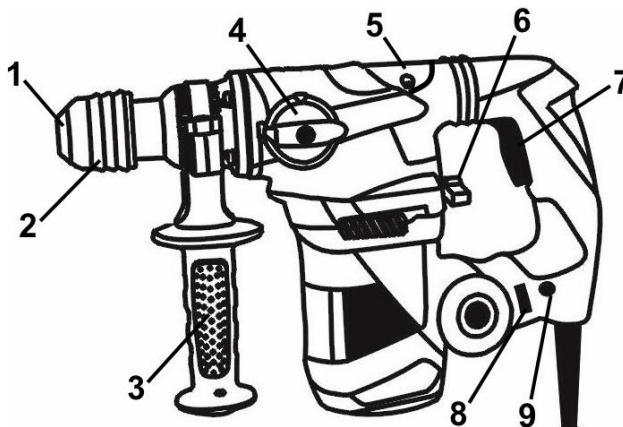

Рисунок 1
- Ударно-обертальний режим - перемикач (4) (верхній) в положенні **T1**, перемикач (6) (задній) в положенні **T1**.
- Ударний режим - перемикач (4) в положенні **T**, перемикач (6) в положенні **T1**.
- Обертальний режим - перемикач (4) в положенні **T1**, перемикач (6) в положенні **I**.
4.2 Для ввімкнення виробу натисніть на курковий важіль перемикача (7) (рис.1). Для відключення виробу слід курок відпустити.